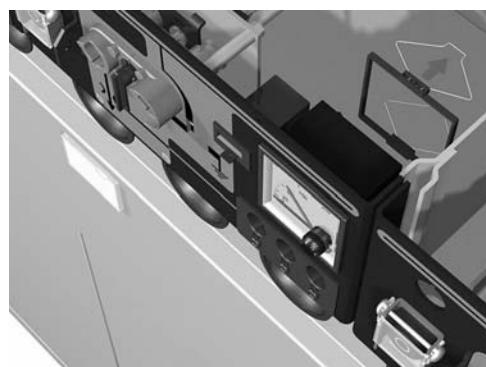

Рисунок 6-7: Снятие квадратного зажима
6. Снимите квадратный зажим с металлическими креплениями (см. Рисунок 6-7).